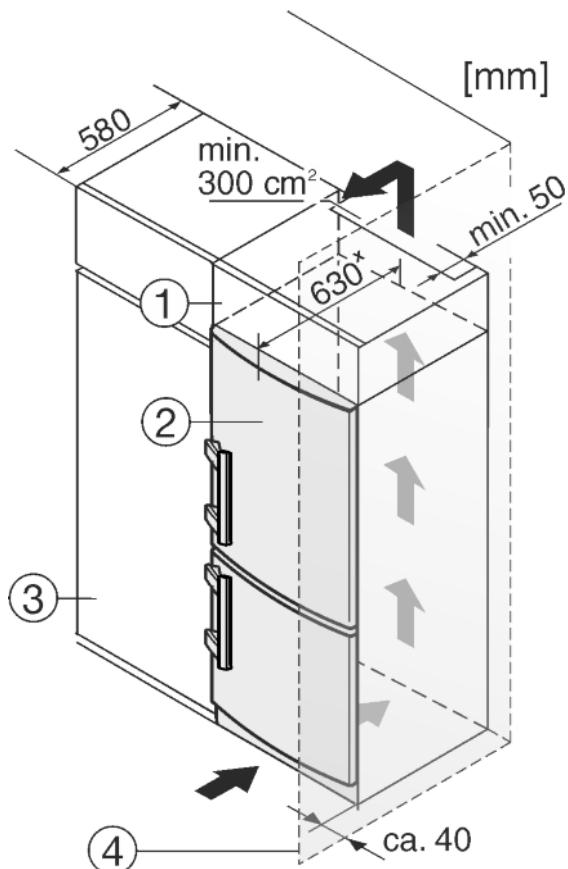

Fig. 9
- (1) Колонна на столешнице
- (2) Устройство
- (3) Кухонный шкаф
- (4) Стена
Устройство может быть окружено предметами кухонной обстановки. Чтобы уравнять устройство Fig. 9 (2) по высоте с кухонной стенкой, можно установить над устройством соответствующий дополнительный шкафчик Fig. 9 (1).
При комбинировании с кухонными шкафами (глубина макс. 580 мм) устройство можно установить непосредственно рядом с кухонным шкафом Fig. 9 (3). Устройство выступает сбоку на 34 мм^x и по центру на 50 мм^x относительно передней стенки кухонного шкафа.
Если устройство установлено на шарнирах у стены Fig. 9 (4), то расстояние между устройством и стеной должно быть не менее 40 мм. Настолько выступает ручка при открытой дверце.